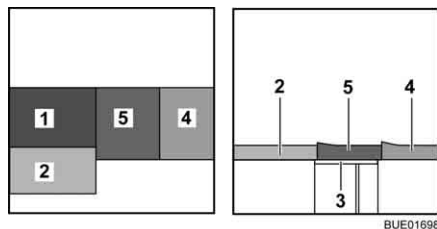

Fig. 131 Después de la transformación
- Colocar el cojín del asiento (Fig. 131,5) en el centro.
- Colocar el cojín del respaldo (Fig. 131,4) entre el cojín del asiento y la pared.